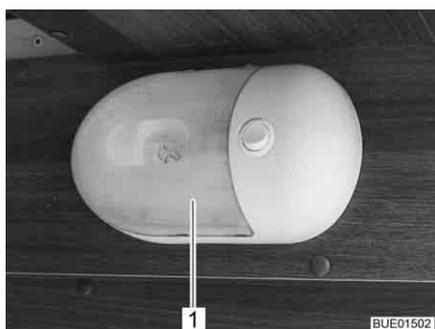

Fig. 286 Lámpara de montaje en superficie
- Comprimir la cubierta transparente (Fig. 286,1) con precaución de ambos lados, retirarla ligeramente del interruptor y quitarla hacia delante.